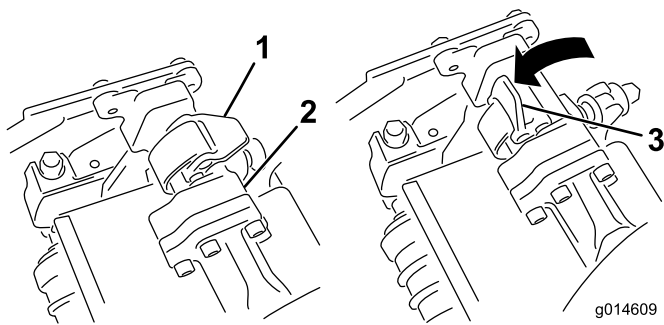

Bild 33
3. Die Riegel an der Aufhängearmstange müssen nach oben zeigen (d. h. offen) (Bild 33); drücken Sie den Aufhängearm dann so nach unten, dass die Stange über die Stange an der Oberseite des Mähwerks passt (Bild 34).
4. Drücken Sie die Riegel nach unten und um die Mähwerkstange und arretieren sie (Bild 33).
4. Öffnen Sie die Riegel an der Aufhängearmstange des Mähwerks, das Sie entfernen möchten (Bild 33).